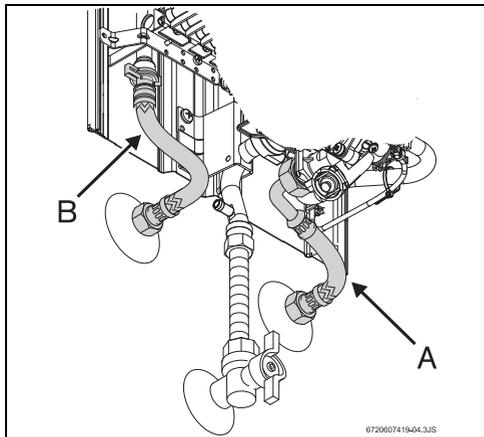

Fig. 11 Ligação da água
- ▶ Identificar a tubagem de água fria (Fig. 11, [A]) e de água quente (Fig. 11, [B]), de forma a evitar uma possível troca.